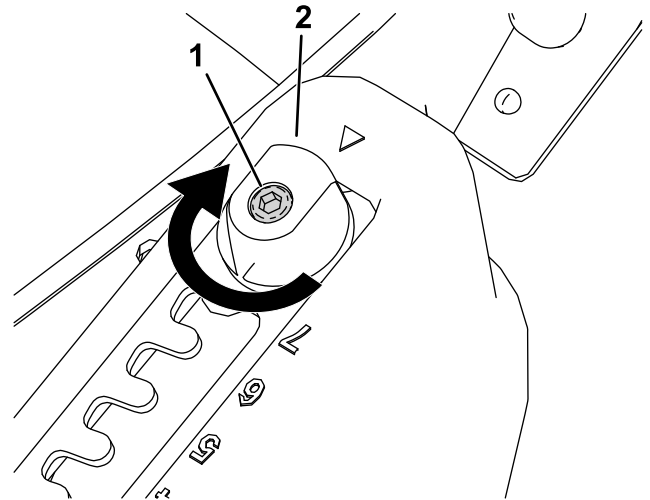
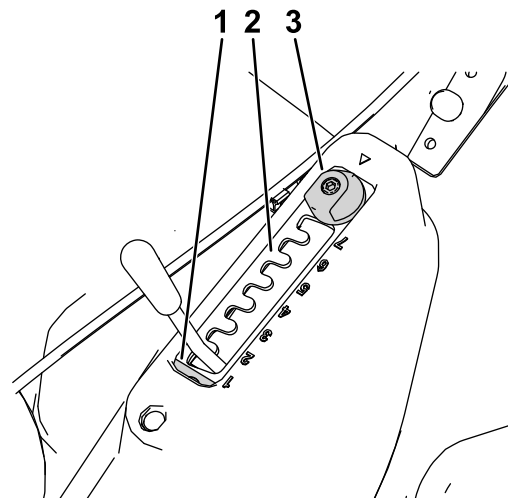

Bild 17
Bild 18
1. Lösen Sie die Halteschraube der Auswahlplatte mit einem Innensechskantschlüssel (Bild 17).
2. Drehen Sie den MatchCut-Einsteller um 180° (Bild 17 und Bild 18).